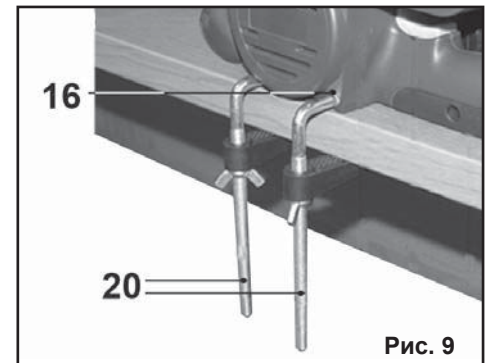

Рис. 9
**Примечание:** Если шлифовальная лента (13) во время работы инструмента будет находиться слишком близко к внутренней стороне, это может стать причиной абразивного износа и порчи шлифовальной машины. Если шлифовальная лента (13) сдвинулась во время работы, регулировка может быть произведена на ходу.
**7.8. Стационарная установка машины ЛМЭ-750/457 на верстаке (Рис.9).**
(20), вставьте их в отверстия (16), зафиксируйте машину на верстаке так, как показано на Рис. 9.